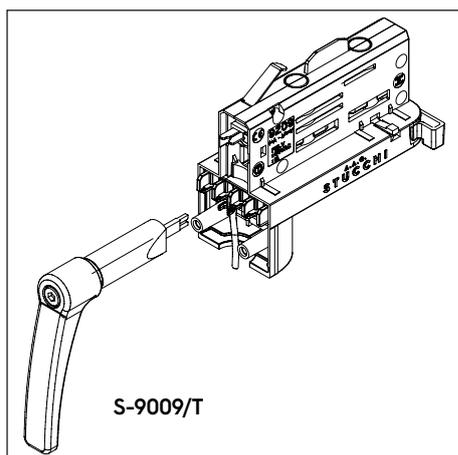
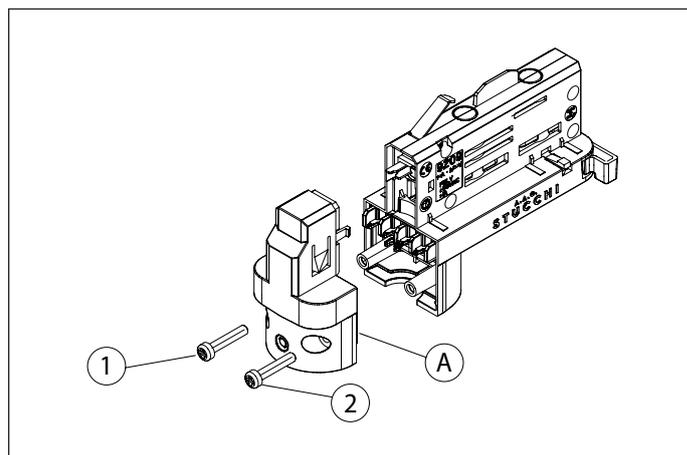

Abb. 1 Stromanschluss Adapter
Abb. 2 Verschließen vom Adapter
Für den Stromanschluss vom Adapter Kabel mit einem Querschnitt von 0,5 mm2 bis 1 mm2 verwenden, je nach Stromwert vom Strahler und nach Kabeltyp (verlötet oder verzinkt). Zum Verkabeln vom Adapter das Spezialwerkzeug (Abb. 1) verwenden. Das Werkzeug muss gesondert bestellt werden. Sicherstellen, dass die Polarität vom Adapter entsprechend der Markierungen (L / N / T / D+ / D-) beachtet wird. Gegen den Leiter drücken, bis er korrekt im Kontakt sitzt. Es sind zwei Kabelklemmen verfügbar für Kabel mit einem Durchmesser von 6 mm bis 9 mm. S- 9009/10-... (Grundausführung), S-9009/BC-... (mit Blockierungsstift aus Plastik). Zur Befestigung der Leuchten am Adapter kann eines der folgenden drei Zubehörteile verwendet werden: S-9009/M10+S- 9009/D-10, S-9009/M10+S-9009/D- 10, S-9009/51 (Vorsicht: die Kabelklemme S-9009/BC-... eignet sich nicht für die Verwendung mit diesen Zubehörteilen). Wenn die Leuchte am Adapter angeschlossen worden ist, muss die Abdeckung (A) mit den beiden Schrauben (1) und (2) befestigt werden. Die Abdeckung und die Schrauben werden mit dem Adapter mitgeliefert (Abb. 2).